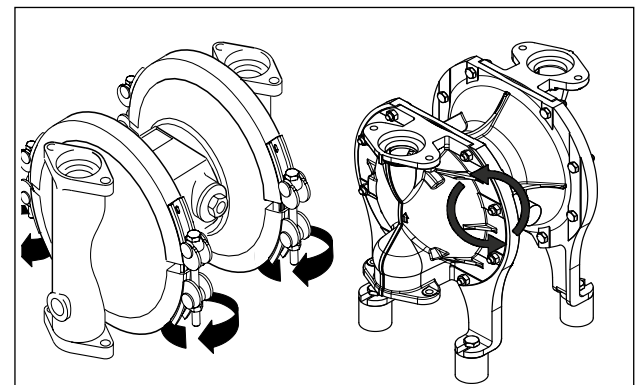

Fig. 9: Abrir las abrazaderas o soltar los tornillos (con la ejecución de bomba atornillada).
- Soltar las cintas de sujeción (para evitar que se atasquen las tuercas y pernos de acero inoxidable, aceitarlas en caso necesario) (Fig. 9). En las versiones de acero inoxidable pulido (DB, DH), abrir la unión atornillada higiénica.